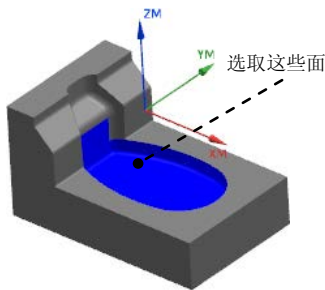

图 2.15 指定切削区域
Step2. 在图形区中选取图 2.15 所示的面 (共 11 个) 为切削区域, 然后单击“切削区域”对话框中的 **确定** 按钮, 系统返回到“深度加工轮廓”对话框。